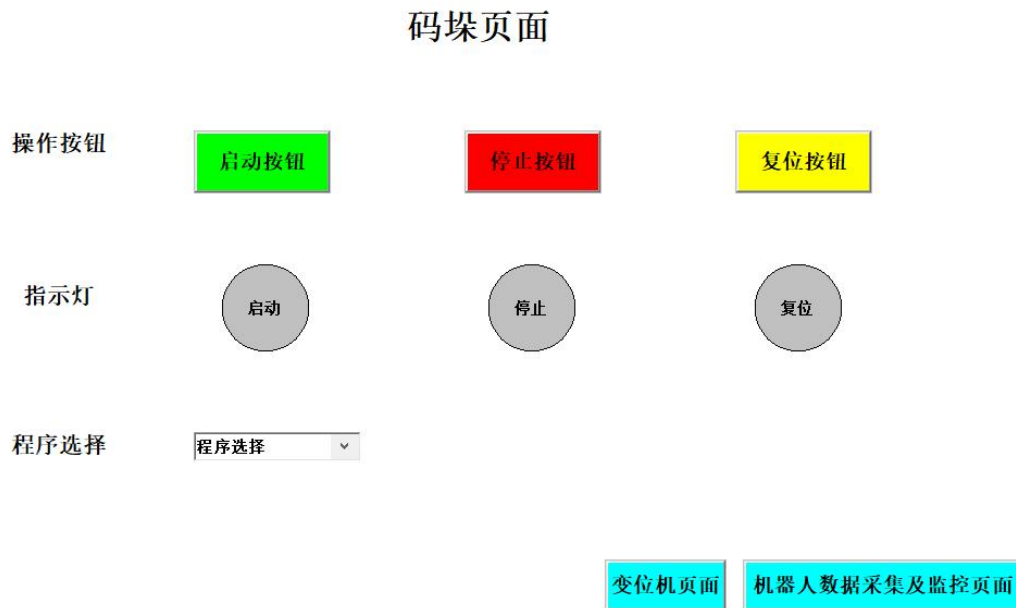
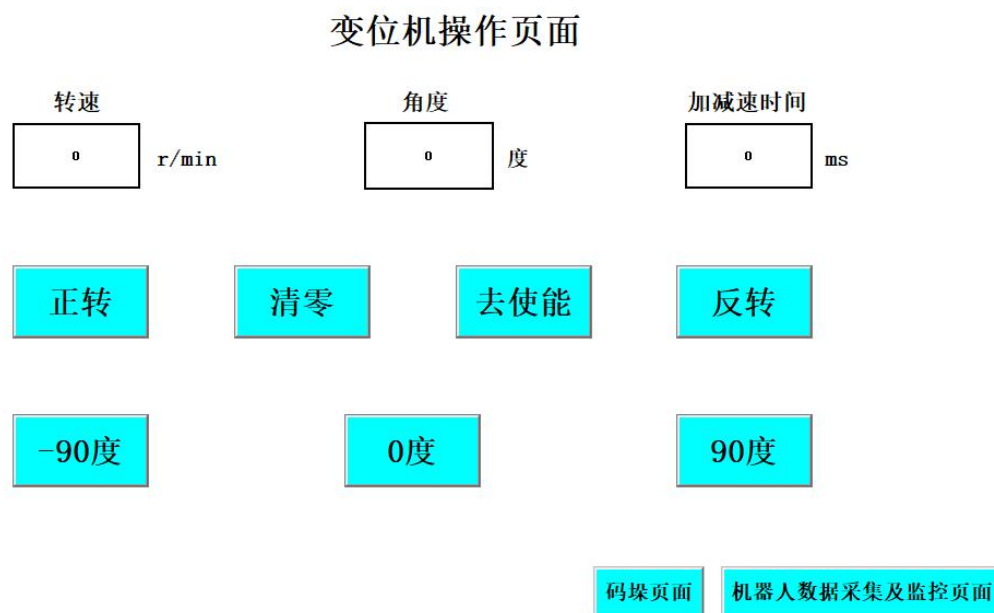
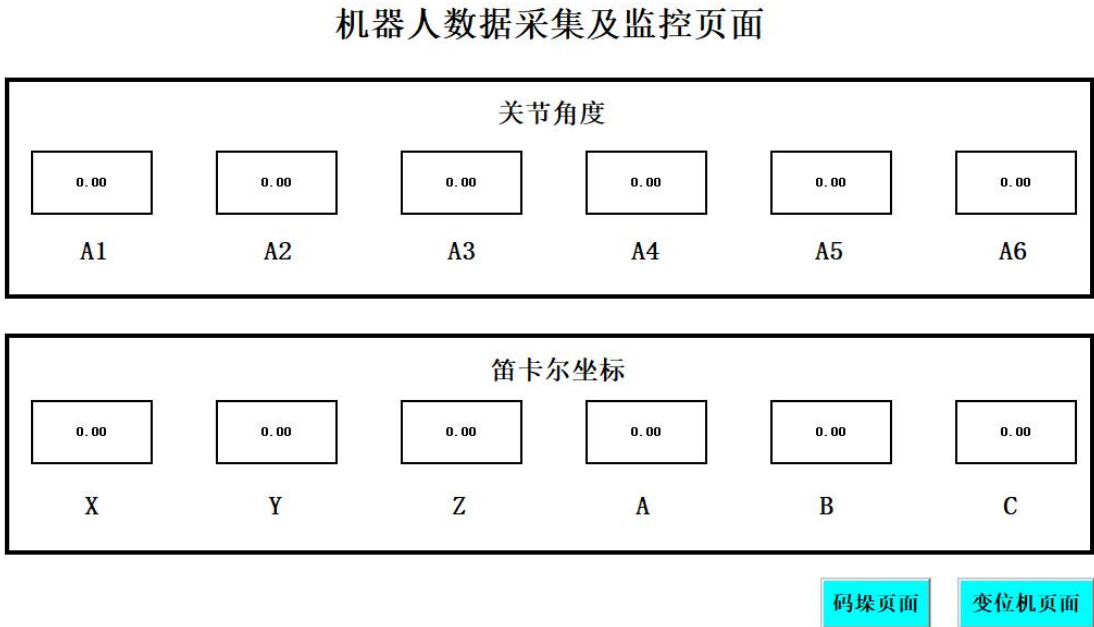

图 3-7 码垛页面
图 3-8 变位机操作页面
图 4-2 工业机器人数据采集及监控页面
(1) 完成 PLC 与工业机器人 Profinet 通讯连接。
(2) 完成 PLC 与伺服变位机 Modbus 通讯。
(3) 将 PLC 的 IP 地址设置为：192.168.1.19。
(4) 将触摸屏的 IP 地址设置为：192.168.1.61。
(5) 触摸屏包含 3 个画面，分别为“码垛页面”（如图 3-7）、“机器人数据采集及监控页面”（如图 4-2）、“变位机操作页面”（如图 3-8），并能够完成不同页面的切换（画面切换按钮选手自行设计），“机器人数据采集及监控页面”作为开机页面。
（3）按下操作面板或触摸屏（如图 3-7 所示）复位按钮，操作面板及触摸屏（如图 3-7 所示）“复位”指示灯常亮。
（5）操作面板及触摸屏“复位”指示灯熄灭，操作面板及触摸屏“启动”指示灯（如图 3-7 所示）以 2Hz 频率闪烁。
（6）在触摸屏（如图 3-7 所示）上选择码垛程序（如图 3-7 所示）、按照 9-6-3-8-5-2-7-4-1 的码垛顺序（数字按照码垛模块 B 区丝印号）。
(7) 按下操作面板或触摸屏启动按钮（如图 3-7 所示），操作面板及触摸屏“启动”指示灯常亮。
- (1) 将变位机伺服驱动器通讯地址参数设置为：2。
- (2) 能实时显示变位机实时角度，能修改变位机运行速度、加减速时间。能准确到达-90 度、0 度、90 度位置，能点动正转和点动反转（点动是指按下对应按钮后转运台保持对应方向的运行，松开按钮时停止运行），能控制伺服下使能，能把任意位置设为伺服零点，如图 3-8 所示。
在触摸屏上实时显示工业机器人的轴关节角度以及笛卡尔坐标，如图 4-2 所示。